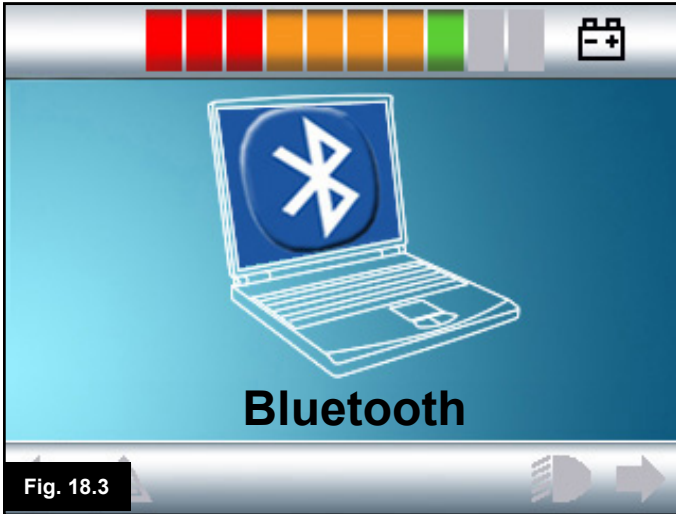

Fig. 18.3
1. Trykk på "Mode"-knappen til skjermen viser et PC-symbol (Musmodus, Fig. 18.3).